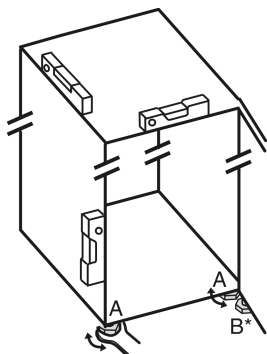

Fig. 68
- ▶ Nastavljive noge Fig. 68 (A) odvijajte s priloženim ključem z odprtim koncem in vodilom, dokler naprava ni trdno poravnana in vodoravna.
- ▶ Nastavljivo nogo Fig. 68 (B) na ležajnem podstavku spodaj odvijajte s priloženim ključem z odprtim koncem, dokler ne stoji trdno na tleh.
- ▶ Nastavljive noge Fig. 68 (B) obrnite za 90°.